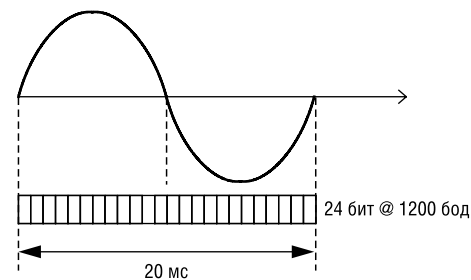

Рис. 4. Синхронизация потока данных с частотой сети (пример для 50 Гц)
**Синхронизация и управление.** В соответствии со стандартом IEC-61334-5-1 передача кадра данных происходит в тот момент, когда напряжение в силовой сети пересекает нулевой уровень (рис. 4). Для определения начала восстановления информации выполняется детектирование этого момента. Более точной синхронизации можно достичь, используя фазовую автоподстройку частоты (ФАПЧ), для стабилизации которой используется кварцевый генератор. Необходимая тактовая частота формируется делителем с переменным коэффициентом деления. Здесь же содержатся схемы поддержки, состоящие из необходимых для создания опорного напряжения АЦП- и ЦАП-модулей, токов смещения и ячеек датчиков напряжения питания.